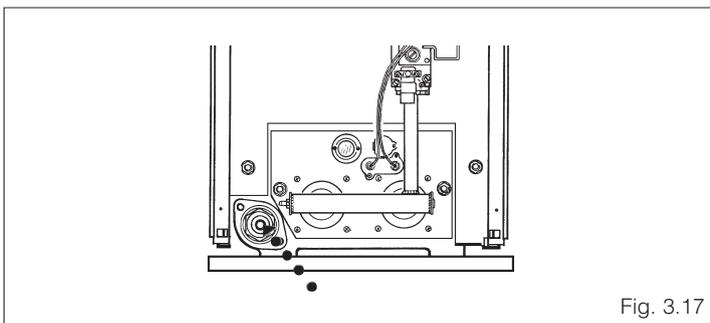

Fig. 3.17
- collegare un tubo di gomma al portagomma del rubinetto di scarico ed aprire il rubinetto (fig. 3.17).